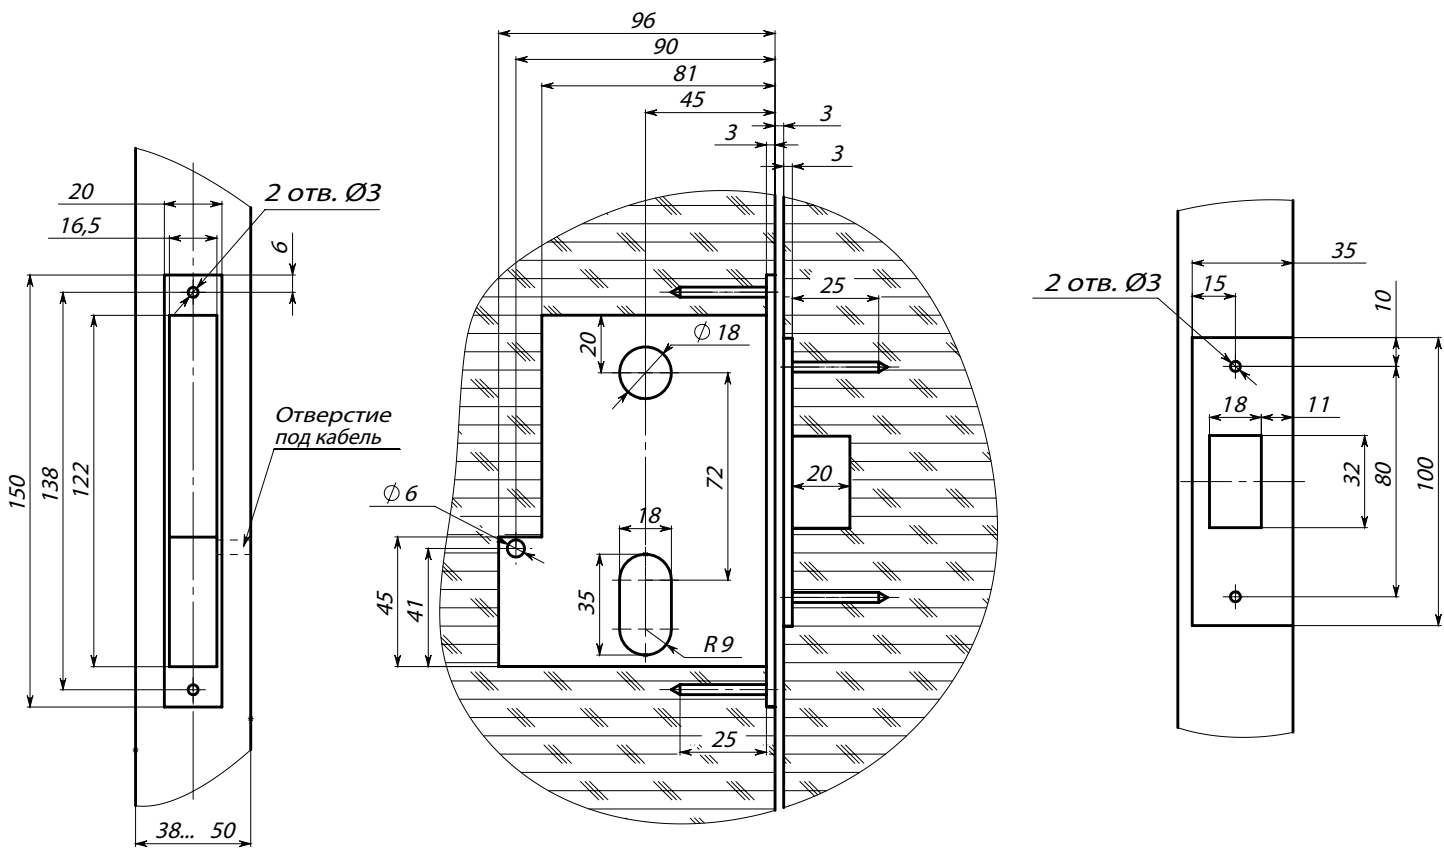

Рис.3 Разметка отверстий под замок
- выполните выборку установочного паза в дверной коробке в соответствии с разметкой по рис.3;
- установите запорную планку 8 в паз дверной коробки, обеспечив зазор 1,5 - 3 мм при закрытой двери между плоскостью планки 8 и накладкой 2. Паз запорной планки (рис.3) должен быть расположен строго симметрично относительно поперечного сечения ригеля замка;
- 1) Выполните в двери разделку в соответствии с разметкой (размеры - на рис.3);